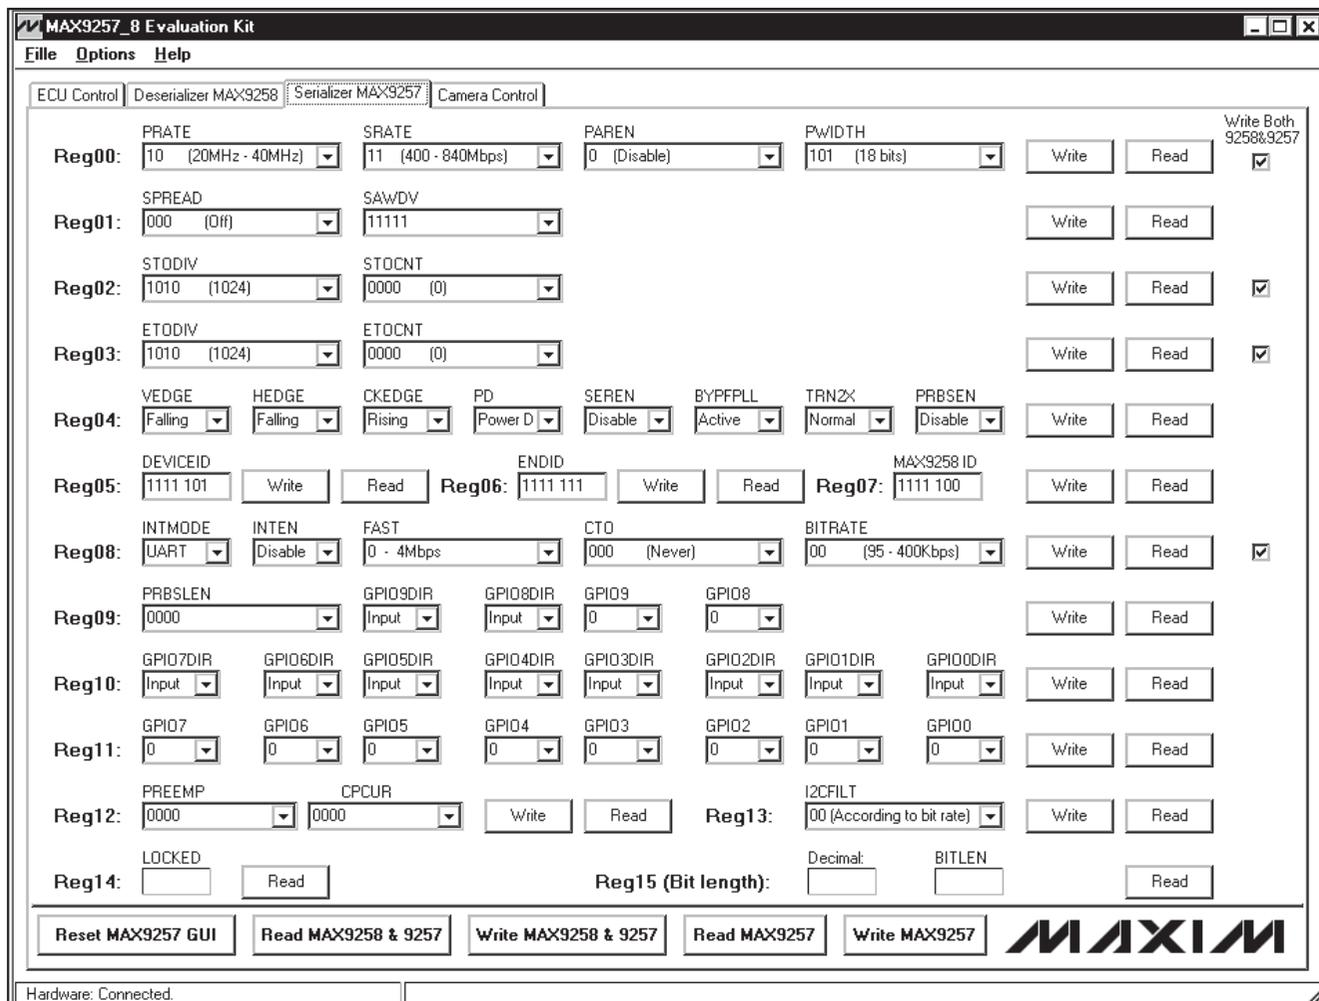

図5. MAX9257/MAX9258の評価キット用ソフトウェア—Serializer MAX9257タブ
- 21) Serializer MAX9257タブをクリックして、Serializer MAX9257タブシート(図5)に移動してください。
**Serializer MAX9257** タブシート(図5)では、各レジスタの右にある **Write** または **Read** ボタンをクリックすると、ECUがMAX9257のすべてのレジスタに対する書込みや読取りを行うことができます。各レジスタの定義については、MAX9257/MAX9258 ICのデータシートを参照してください。
- 7) **Serializer MAX9257**タブシート(図5)に移動してください。SERENビットがイネーブルされていない場合、**Reg04**コントロール群の**SEREN**ドロップダウンリストから**Enable**を選択してください。
- 8) **Serializer MAX9257**タブシート(図5)に移動してください。SERENビットがイネーブルされていない場合、Reg04コントロール群のSERENドロップダウンリストからEnableを選択してください。